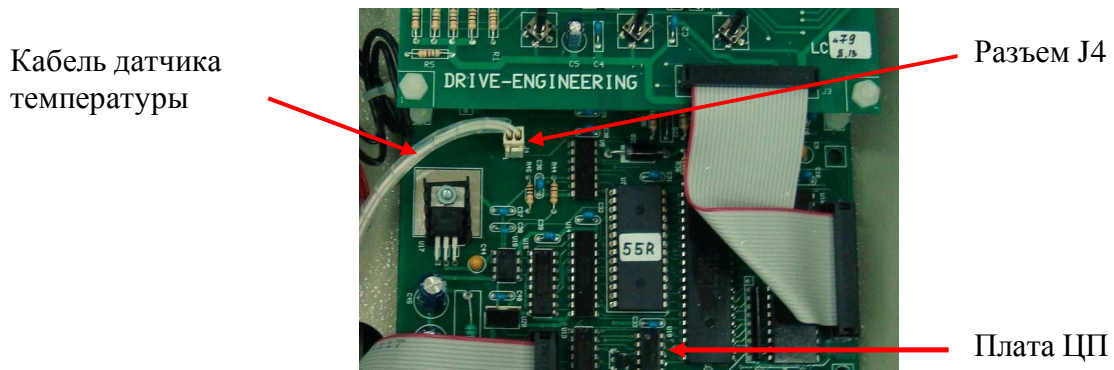

Рис. 4.8.
4.11.6. Отключить кабель датчика температуры от разъема J4 платы ЦП (рис. 4.8).
4.13.2. Отсоединить разъем кабеля датчика температуры от платы ЦП (рис. 4.8) и подключить к его контактам щупы мультиметра. Показания прибора должны соответствовать нулевому сопротивлению (как и при замкнутых щупах).